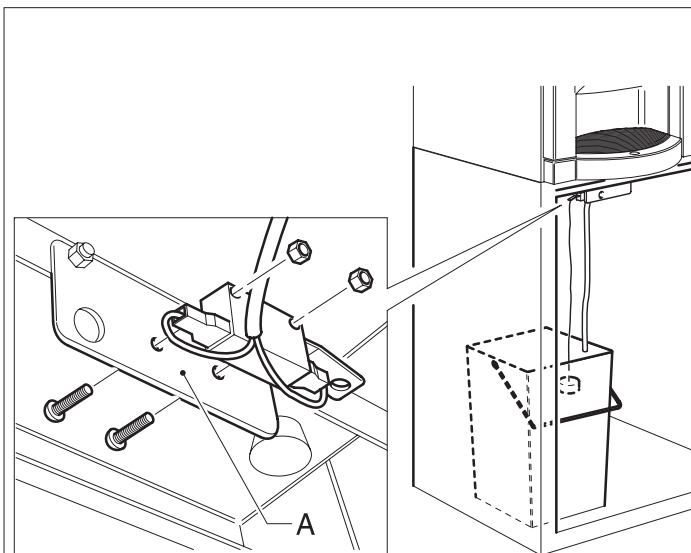
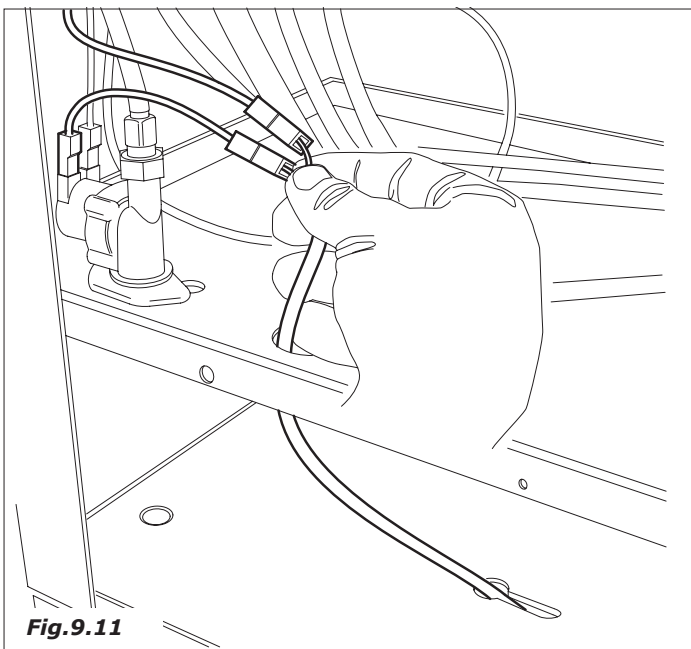

Fig.9.10
Fig.9.11
- Qualora il distributore sia collegato alla rete idrica, montare il microinterruttore sulla squadretta indicata (*Fig.9.10-pos.A*), collegarlo in serie, con il cablaggio fornito, all'elettrovalvola di entrata acqua (*Fig.9.11*).